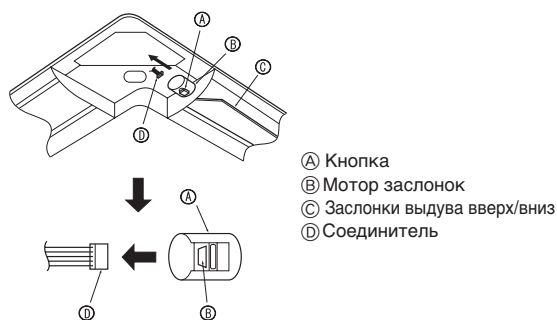

Fig. 9-9
9.5. Блокировка направления воздушного потока вверх/вниз (Fig. 9-9)